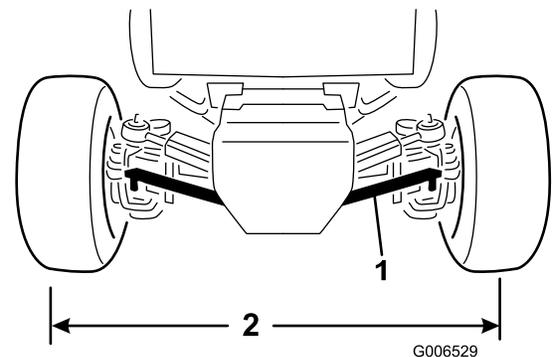

**Figura 67**
2. Ajuste ambas as barras transversais até que distância centro a centro à frente e atrás das rodas traseiras seja a mesma (Figura 67).